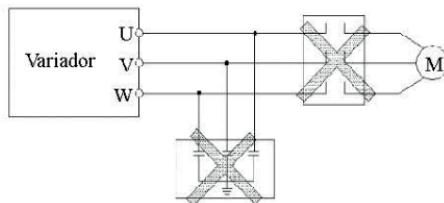

Fig.3-6 Contactor o condensador corrector del factor de potencia entre el variador y el motor
03. (3) Variador y motor han de estar conectados a una buena tierra. La resistencia de tierra será inferior a  $10\Omega$ .
05. No añada entre el variador y el motor condensador u otro dispositivo absorción de resistencia; tampoco añada contacto electromagnético. Si se necesita agregar el contactor y otros componentes, asegúrese de que el variador esté suspendido sin salida, como se muestra en la Fig. 3-6
06. Para favorecer el mantenimiento del variador es aconsejable montar un elemento desconectador a la entrada de potencia (7) Se recomienda cablear las bornas (X1..., OC1..., FWD, REV), con cable de  $0.75\text{mm}^2$ , no necesita que sea apantallado, de usar cable apantallado colocar a tierra solo uno de sus extremos, evitar que la longitud de los cables supere los 20m.